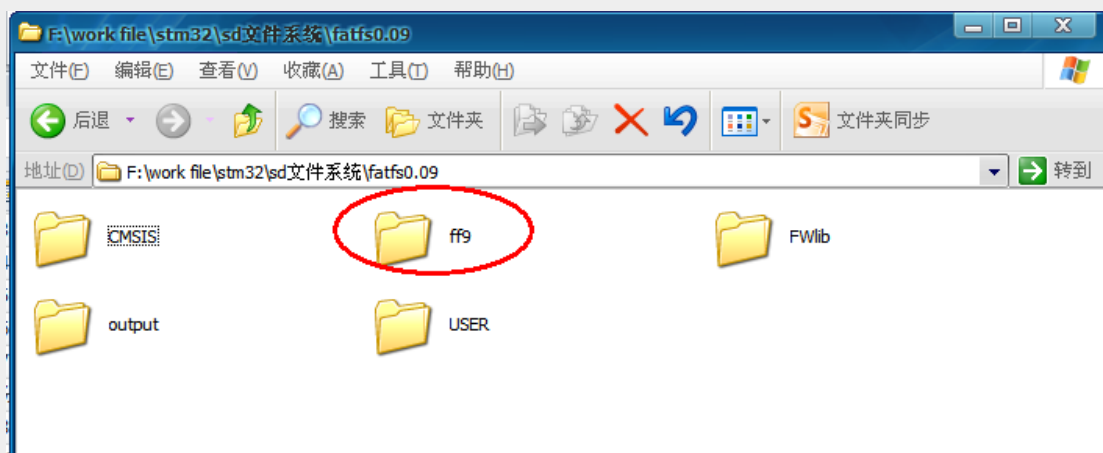

图 20-5 复制文件系统源码到工程目录
(1) 由于本实验与 SD 卡读写实验使用的外设完全一样，首先 SD 读写实验的工程复制一份。
(2) 直接将整个解压后的文件系统源码复制到工程目录下，见图 20-5。